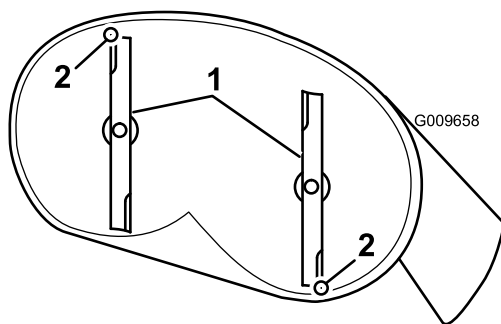
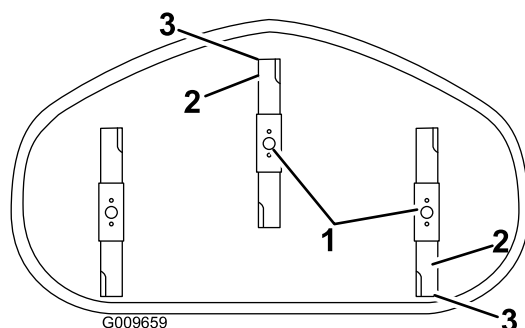

Figure 53
Figure 54
4. Faites pivoter les lames avec précaution pour faire passer les pointes avant à l'arrière (Figure 53 et Figure 54).
5. Mesurez la distance entre la pointe de la lame avant et la pointe de la lame arrière par rapport à la surface plane (Figure 53 et Figure 54).
Remarque: Poursuivez le réglage de l'écrou jusqu'à ce que la pointe avant de lame soit de 1,6 à 7,9 mm (1/16 à 5/16 po) plus basse que la pointe arrière (Figure 53 et Figure 54).